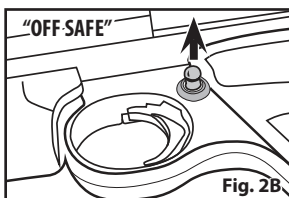

Fig. 2B
1. Empuje hacia adentro el seguro desde el lado derecho para desactivarlo ("OFF SAFE") hasta oír un clic claro. (Fig. 2B)